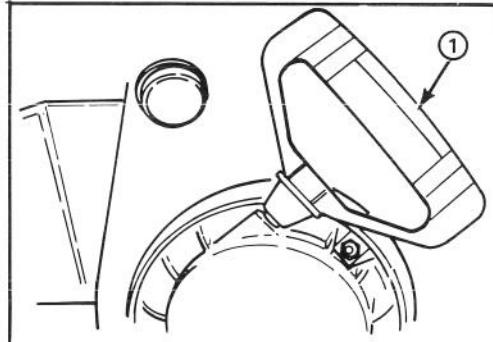

Abbildung 12
4. Langsam 0,62 Liter SAE 5W30 oder SAE 10 Öl in die Einfüllöffnung gießen (Abb. 12). Für den Motor ist ausschließlich hochwertiges HD-Öl der API-Klasse SC, SD, oder SE zu benutzen.
Griff am Ablenklech (Abb. 12)—Der Ablenklech-Griff sitzt oben am Auswurf und bestimmt die Schneeauswurfhöhe.
Rücklaufstarter (Abb. 12)—Der Rücklaufstarter befindet sich hinten am Motor und wird zum Starten des Motors herausgezogen.
6. Den Rücklaufstarter (Abb. 12) langsam so lange herausziehen, bis Widerstand spürbar ist; dann den Motor mit einem kräftigen Armzug herumwerfen. Den Startgriff festhalten und das Seil langsam zurückgleiten lassen.